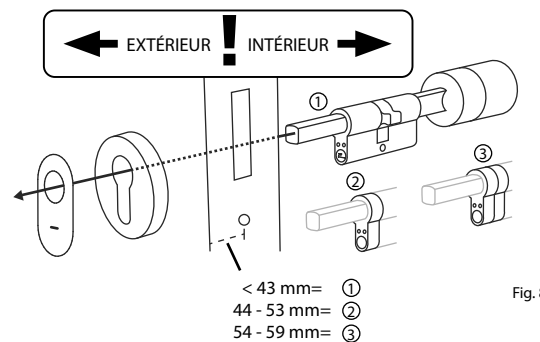

Fig. 8
- ⑤ Poussez le cylindre depuis la face intérieure de la porte dans la serrure encastrée de la porte. Poussez le couvercle de la serrure d'urgence vers l'extérieur sur l'arbre de la serrure (Fig. 8).